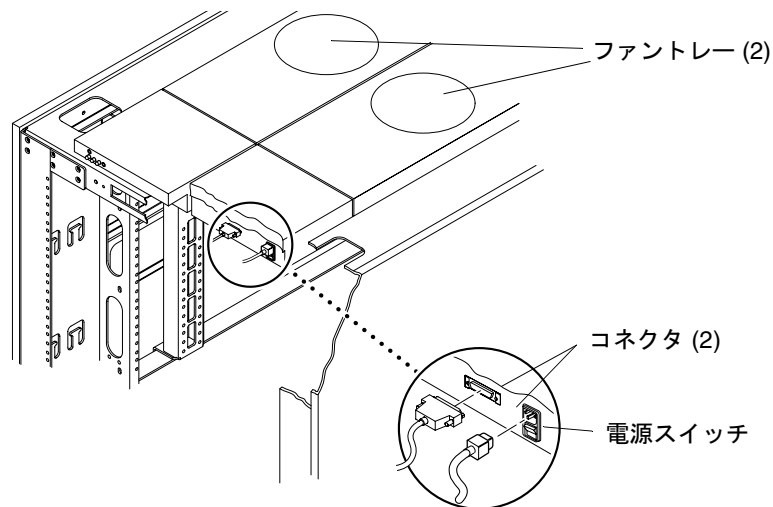

図 6-2 ファントレイの電源スイッチおよびコネクタ
1. 電源スイッチがオフに設定されていることを確認します (図 6-2)。
3. ファントレイの背面から 2 つのコネクタを取り外します (図 6-2)。